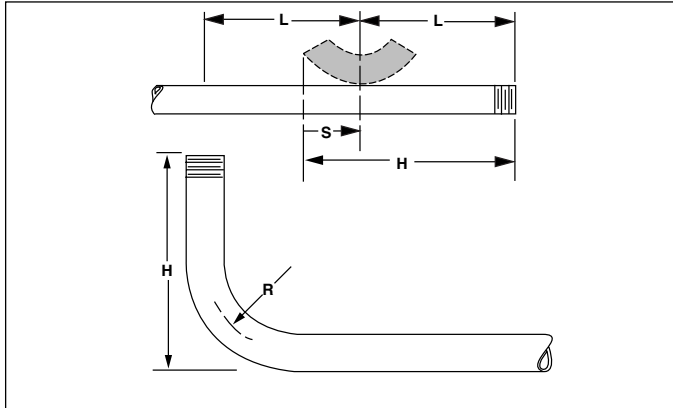

Figura 5
1. Marque a dimensão desejada da curva para cima (H) no comprimento total do tubo (ver figura 5).
2. Localize o tamanho do tubo que você está dobrando na Tabela 1 e obtenha a dimensão de deslocamento (S).
3. Meça as dimensões da ponta do tubo (deduza (S) e marque o tubo).